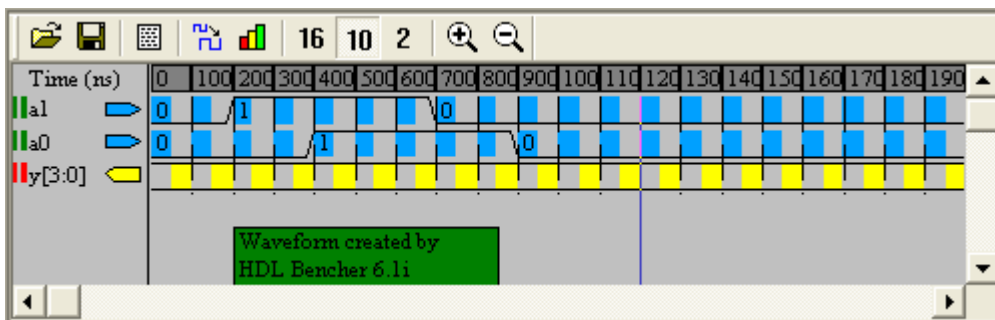

图 10-3-2 设置波形
- 3、这时候出现了初试化时序的设置，我们直接点击“OK”，这时会在 ISE 内出现了设置波形的窗口，我们设置波形如图 10-3-2 所示，点击图中的  保存；